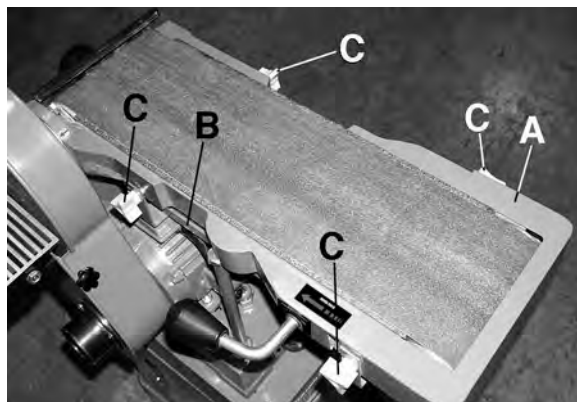

Figure 18
2. Retirez les deux gardes de sécurité, le garde du bout (A) Fig.18 et le garde inférieur (B) en dévissant les quatre boutons de verrouillage (C).